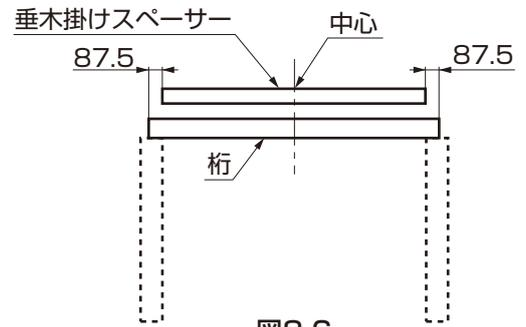

図8-6
- ② 桁と垂木掛けスペーサーの中心を合わせてください。(図8-6参照)
- ③ 垂木掛けスペーサーにφ5.5の穴をあけてください。
- ④ 垂木掛けスペーサーを桁に引っ掛けてください。
- ⑤ 垂木掛けスペーサーのφ5.5の穴をガイドにして桁にφ4.5の穴をあけてください。
- ⑥ 垂木掛けスペーサーと桁を【12-2】で取付けてください。